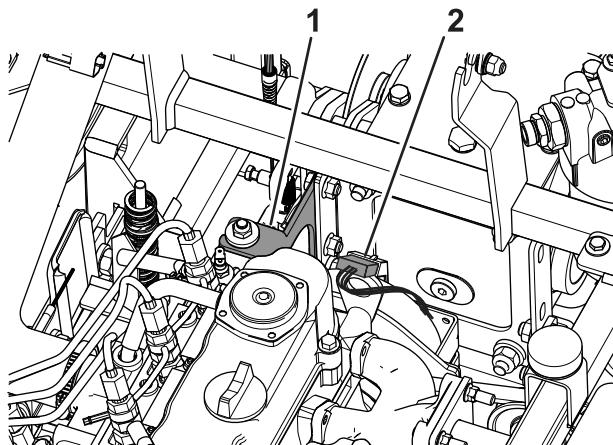

Figura 79
5. Scollegate il connettore del cavo della frizione (Figura 79).